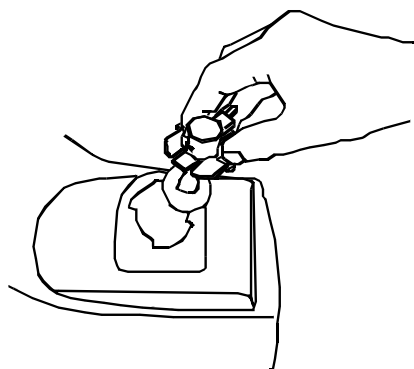

Figura 4-7
3. Gire la boquilla conectora aproximadamente un 1/4 de vuelta para alinear lengüeta con la muesca de la caja del reflector; luego retire el foco y la boquilla conectora de la caja del reflector. Consulte la Figura 4-7.
5. Alinee un poste de bloqueo del foco con la muesca de la boquilla, luego empuje el foco hacia adentro y gire hacia la derecha para bloquear. Consulte la Figura 4-7.